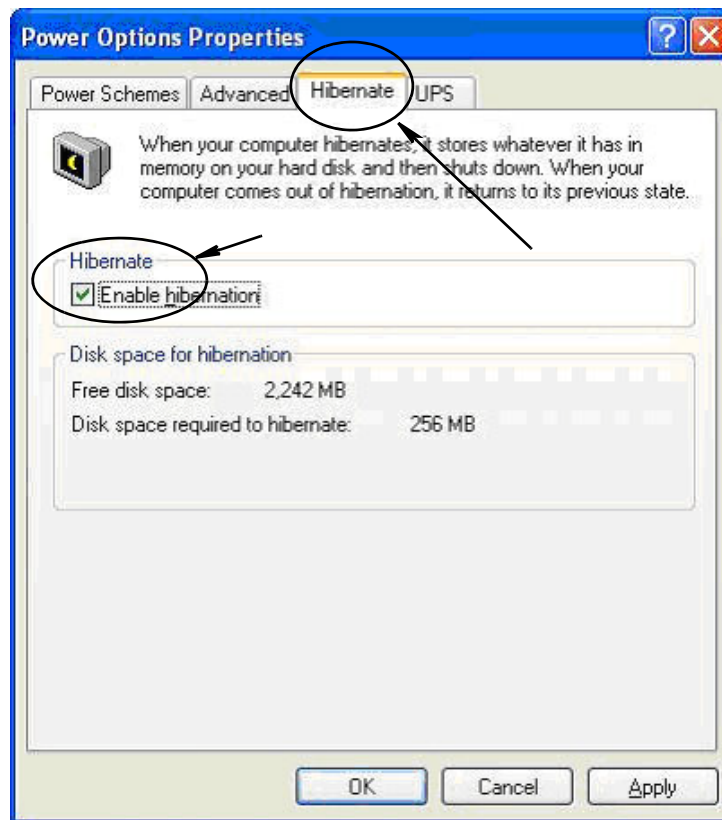

FIG. 31
3. Cliquez sur l'onglet "Hibernate" (Mise en veille prolongée). Désactivez la mise en veille prolongée en décochant la case "Enable Hibernate" (Activer la mise en veille prolongée). Cliquez sur "Apply" (Appliquer) puis sur "OK" pour fermer toutes les fenêtres (Fig. 31) et enregistrer les modifications.